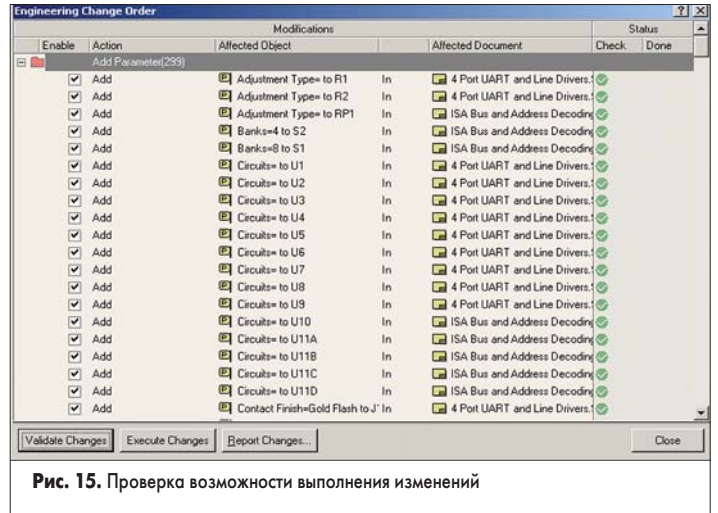

Рис. 15. Проверка возможности выполнения изменений
50. Нажмем кнопку Validate Changes. Система Protel DXP проверит возможность выполнения перечисленных изменений и просигнализирует об этом зеленым значком в столбце Status Check (рис. 15).